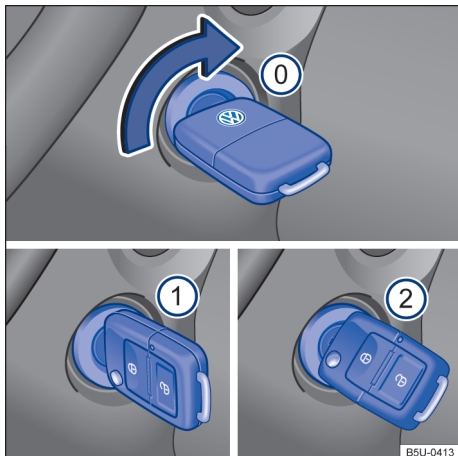

Fig. 90 Ao lado do volante, à direita: posições da chave do veículo no cilindro da ignição.
Posições da chave do veículo → Fig. 90
3.	Girar a chave do veículo na ignição para a posição → Fig. 90 ② para dar partida no motor – não acelerar.
4.	Girar a chave do veículo no cilindro da ignição para a posição → Fig. 90 ① para ligar a ignição. Nesse instante a luz de controle do sistema de partida aquecida ☼ irá se acender no instrumento combinado.
6.	Girar a chave do veículo no cilindro da ignição para a posição → Fig. 90 ② para dar partida no motor – não acelerar. Caso a etapa 5 não seja respeitada, a luz de controle ☼ irá piscar indicando a necessidade de interromper o procedimento de partida e repeti-lo após retornar a chave para a posição → Fig. 90 ① e aguardar aproximadamente 10 segundos.
5.	Girar a chave do veículo no cilindro da ignição para a posição → Fig. 90 ①.